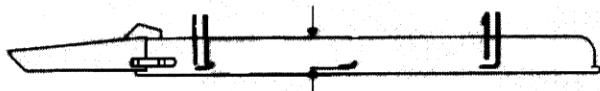

Fig 5
1. Girare ciascuna lama fino a rivolgere le estremità davanti e dietro (Fig. 5). Misurare dall'interno dell'apparato di taglio al tagliente sul davanti della lama (Fig. 5), e prendere nota di questa dimensione.